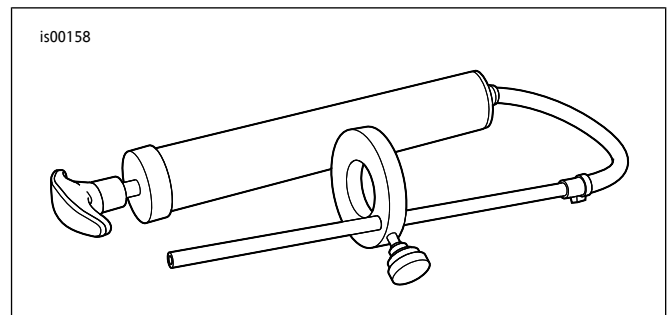

图2。Front Fork Oil Level Gauge(前叉油位量表)(HD-59000B)
- a. 参见图2。取出FRONT FORK OIL LEVEL GAUGE(前叉油位量表)(零件编号HD-59000B)。